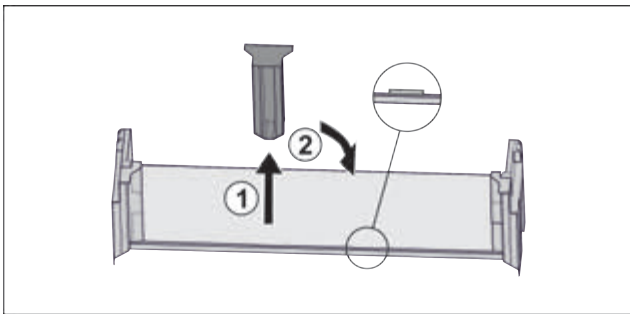

Fig. 54 \*
- ▶ Витягнути середню деталь для підтримки Fig. 54 (1).\*
- ▶ Вставити середню деталь для підтримки на друге положення Fig. 54 (2).\*